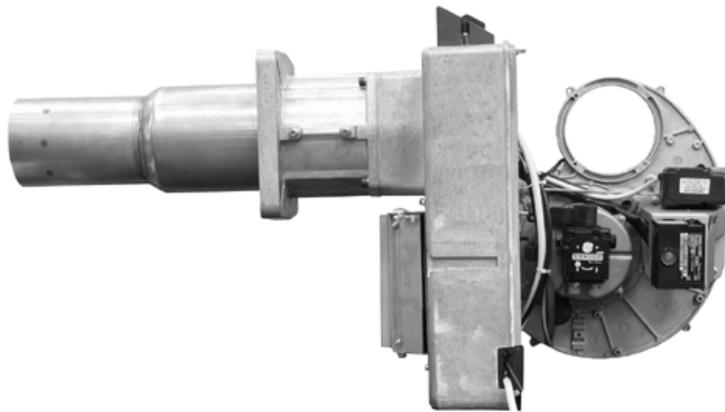

Fig. 46
- Accrocher la plaque des composants du brûleur comme indiqué à la Fig. 46.